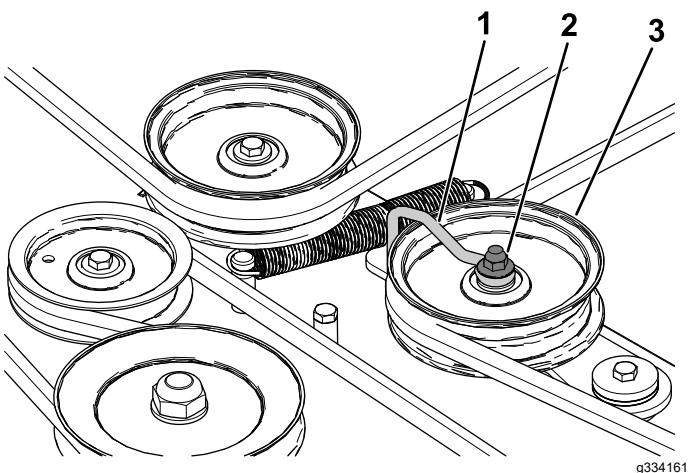

Figura 61
6. Afloje la tuerca que fija el soporte de alambre a la polea tensora (Figura 61).
10. Apriete la tuerca que fija el soporte de alambre a la polea tensora (Figura 61).
**Nota:** Coloque el soporte de alambre contra el brazo tensor, tal y como se muestra en la Figura 61.